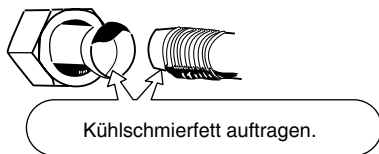

Abb. 7-4
- (1) Vor der Verwendung der Leitungen diese mit einer Abdeckkappe oder wasserdichtem Klebeband versehen, damit kein Wasser oder Verschmutzung in die Leitungen gelangen kann.
- (2) Die Kontaktflächen zwischen Bördelung und Verbindungsstück vor dem Anschließen mit Kühlschmiermittel versehen. Dies dient dazu, Gaslecks zu verhindern. (Abb. 7-4)